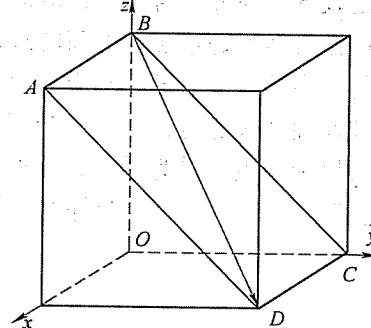

图 26-1 第一题第 1 小题图
1. (4 分) 写出图 26-1 所示立方晶胞中 $ABCDA$ 晶面及 BD 晶向的密勒指数。